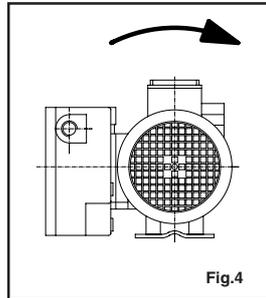

Fig.4
- Controllare il senso di rotazione del motore accendendo la pompa per un breve istante (2-3 secondi). Il senso corretto è quello indicato dalla freccia posta sulla pompa (fig.4). Nel caso di rotazione contraria, occorre invertire il campo di rotazione del motore cambiando posizione a due dei tre conduttori di fase alla morsettieria di cablaggio del motore.
- Check direction of rotation by starting the pump for a little while (2-3 seconds). The correct direction is the one shown by the arrow on the pump (fig.4). In case of opposite rotation it is necessary to exchange the motor rotation by changing position of two of the three wires of the phases in the motor terminal board.